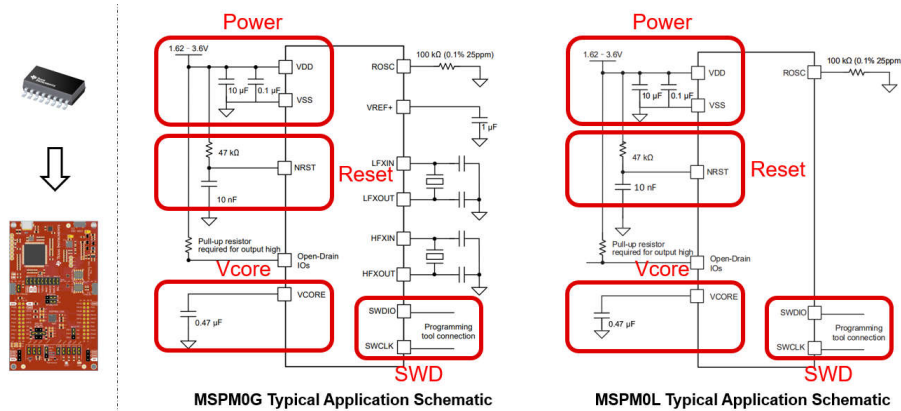

图 2-39. MSPM0 最小系统
- 对于 MSPM0，可将硬件设计到您自己的电路板中。图 2-39 所示为最小系统设计示例。